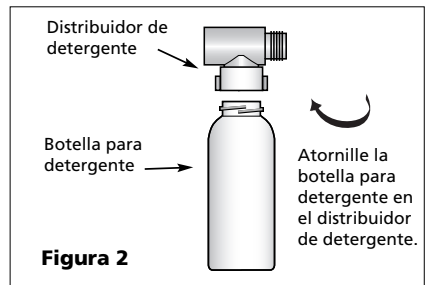

Figura 2
2. Para usar el distribuidor de detergente (Figura 2), desatornille la botella para detergente y vierta la cantidad deseada de detergente líquido o cera dentro de la misma. Atornille la botel-